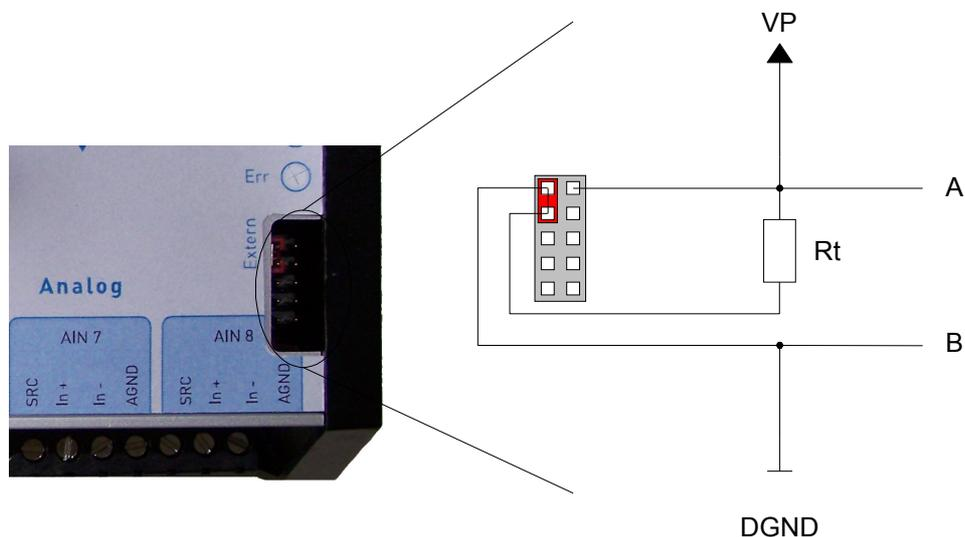

Bild 10.6 Busabschluss am COMBILOG 1022
Beim Datenlogger *COMBILOG 1022* ist diese Möglichkeit ebenfalls gegeben. Über einen Steckbrücke (=Jumper), der an der rechten oder linken Anschlussbuchse auf der Gerätevorderseite angebracht wird, lässt sich der Busabschluss am Datenlogger zuschalten. In Bild 10.6 ist der rechte Busanschluss abgebildet. Der linke Busanschluss hat eine identische Belegung.
**Hinweis:** Es ist dann unbedingt darauf zu achten, dass die Steckbrücken in der im Bild 10.6 angegebenen Art und Weise an-